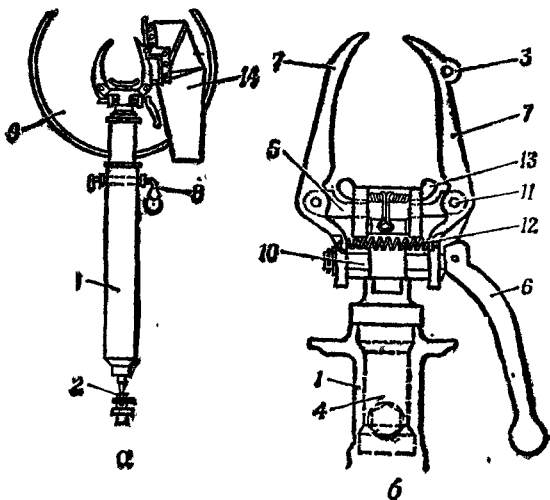

Рис. 101. Шкворневая установка для стрельбы через смотровое окно:
4. Шкворневая установка для стрельбы через смотровое окно (рис. 101) состоит из стойки с упорами ограничения поворота шкворневой головки в горизонтальной плоскости, узла шарнирного крепления стойки, шкворневой головки для крепления автомата (ручного пулемета) и гильзосборника. На установку у первого правого смотрового окна может устанавливаться головка для крепления ПК, при этом патронная коробка во время стрельбы удерживается одним из пулеметчиков.